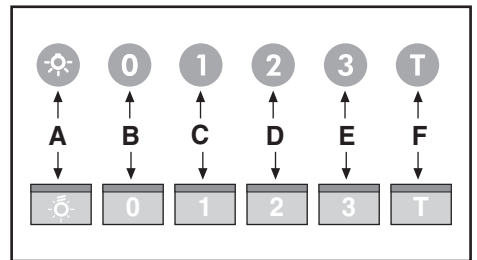

Fig.10
**• Органы управления светящиеся (Рис.10):**